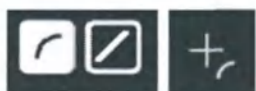

Рисунок 2–66. Выбор кривой или прямой линии на графическом дисплее (выбрана кривая линия)
- 2 С помощью сенсорной панели наведите указатель на значки прямой и кривой линий в левом верхнем углу графического дисплея и выберите значок кривой линии. См. Рисунок 2–66.